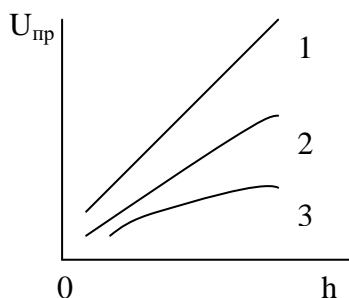

Рис. 1
**Задача 10.** Для трех диэлектрических материалов при испытаниях в однородном электрическом поле получены приведенные на рис. 1 зависимости пробивного напряжения от толщины. Построить (качественно) в одной системе координат зависимости электрической прочности этих материалов от толщины.